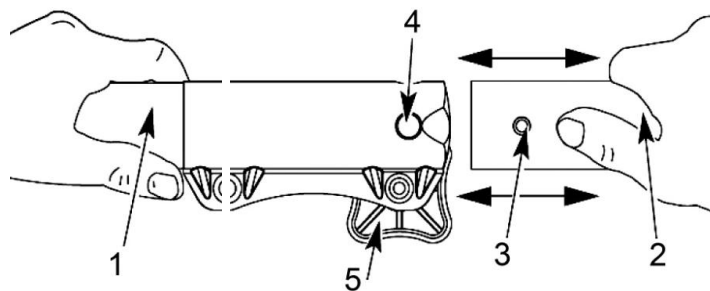

Рис. 2
- Ослабьте зажимную рукоятку (5)(См. Рис. 2) соединительной муфты, открутив ее против часовой стрелки.
- При этом фиксирующая кнопка (3) должна зафиксироваться (защелкнуться) в отверстии (4)(См. Рис.2) соединительной муфты. Если фиксирующая кнопка не зафиксировалась в отверстии соединительной муфты, то следует немного повернуть нижнюю штангу относительно верхней до момента фиксации.
- Затяните зажимную рукоятку (5)(См. Рис.2) соединительной муфты, закрутив ее по часовой стрелке.